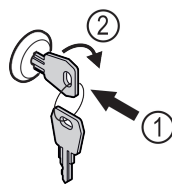

Fig. 180 Primjer izgleda
- ▶ Uvucite ključ Fig. 180 (1).
- ▶ Okrenite ključ za 90° nadesno Fig. 180 (2).